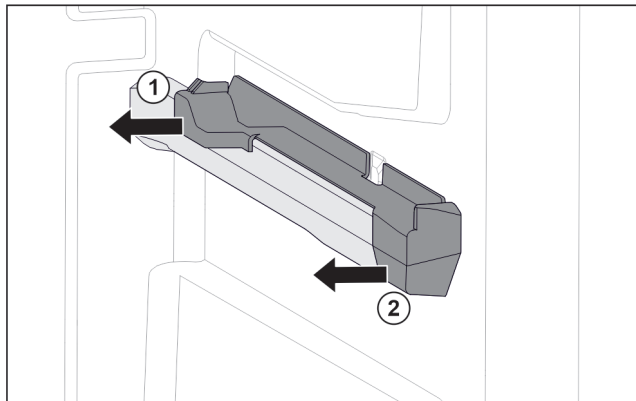

Fig. 97 Вставная часть на правом контейнерном ребре
- ▶ Отодвиньте вставную часть сзади в сторону. Fig. 97 (1)
- ▶ Отодвиньте вставную часть спереди в сторону. Fig. 97 (2)